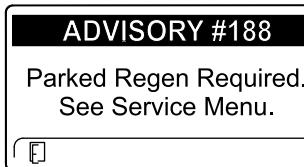

Figura 51
- É necessária regeneração em estacionamento Aviso N.º 188 (Figura 51)